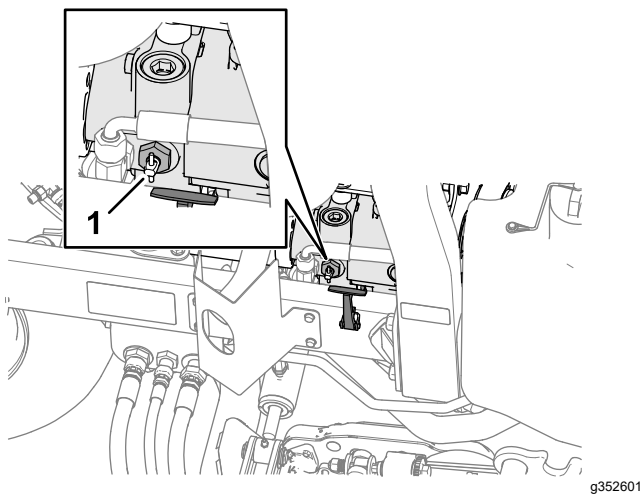

図 47
2. 右側フードラッチの近くにあるポンプバイパスバルブのハンドルを 90° 回転させる (図 47)。